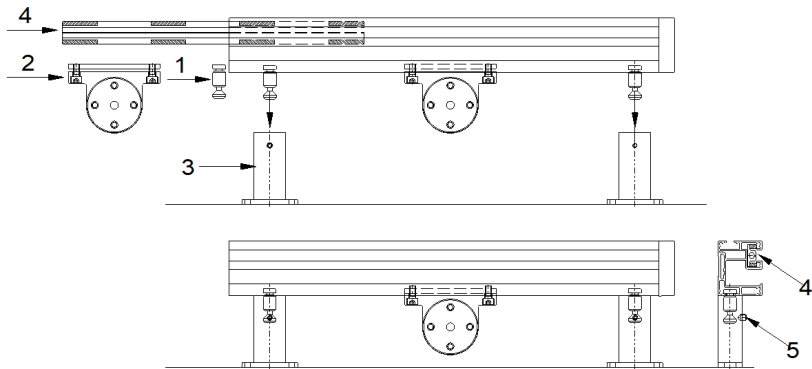

Abb. 4: Montage der Führungsschiene
- » Schieben Sie die Zylinder (1 – Abb. 4) und optional die Halterungen für den Windlastträger (2 – Abb. 4) in die Nut der Führungsschiene.
- » Schieben Sie die Innenführungsleisten (4 – Abb. 4) in die Schienen ein.
- » Stecken Sie die Zylinder (1 – Abb. 4) in die bereits montierten Montagekonsolen (3 – Abb. 4).
- » Ziehen Sie die Feststellschrauben (5 – Abb. 4) leicht an.